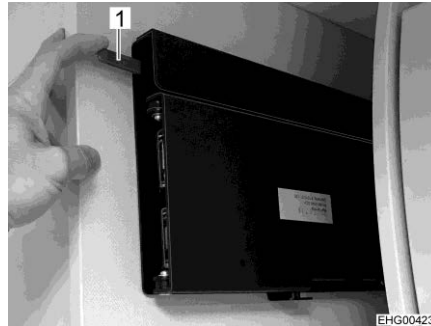
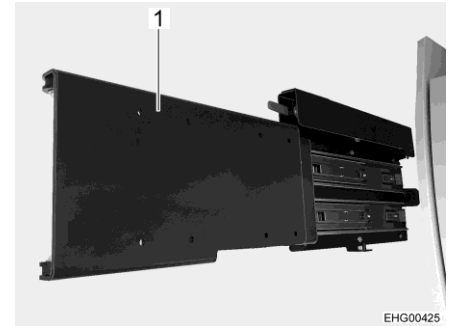

Bild 92 Låsa upp utdraget
Bild 93 Utdrag (utdraget)
- Tryck ner den röda spaken (Bild 92,1) och dra ut utdraget (Bild 93,1). Den platta bildskärmen är vinklad mot bodelen.